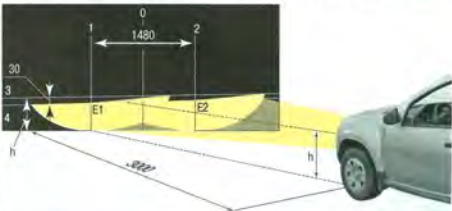

Рис. 10.6. Регулировка света фар
2. Установите автомобиль перпендикулярно гладкой стене (например, в гараже), на расстоянии 3 м. Положите на сиденье водителя дополнительный груз массой 75 кг. Разметьте на стене экран, как показано на рис. 10.6. Продольная плоскость симметрии автомобиля должна проходить по линии 0 на экране. Качните автомобиль в поперечном направлении, чтобы самоустановились пружины подвесок.
8...и, вращая винт **Б**, – по вертикали. Фары считаются отрегулированными, когда верхние границы левых частей световых пятен совпадают с линией **4** (см. рис. 10.6), а вертикальные линии **1** и **2** проходят через точки **Е1** и **Е2** пересечения горизонтальных и наклонных участков световых пятен.